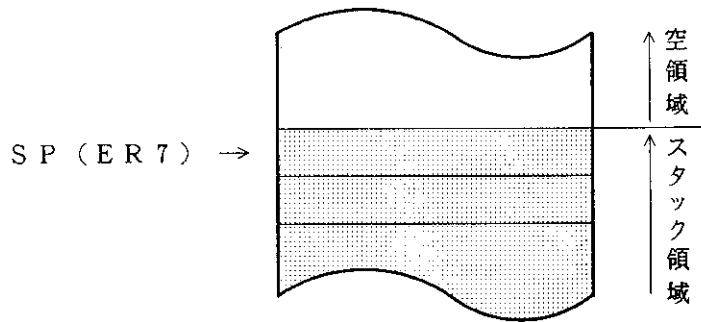

図 2.5 スタックの状態
汎用レジスタER7には、汎用レジスタとしての機能に加えて、スタックポインタ (SP)としての機能が割り当てられており、例外処理やサブルーチン分岐などで暗黙的に使用されます。スタックの状態を図2.5に示します。